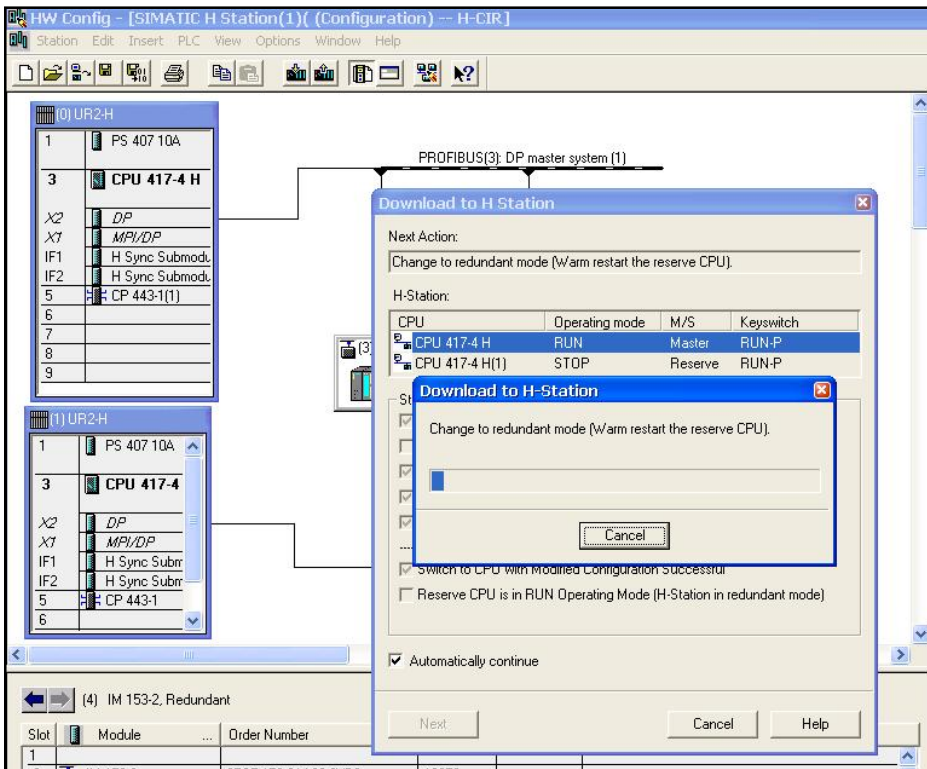

图 4-14 切换操作 (3)
(6) .继续点击“Next”键,系统将自动完成切换、热启动等功能，如图 4-14 所示: